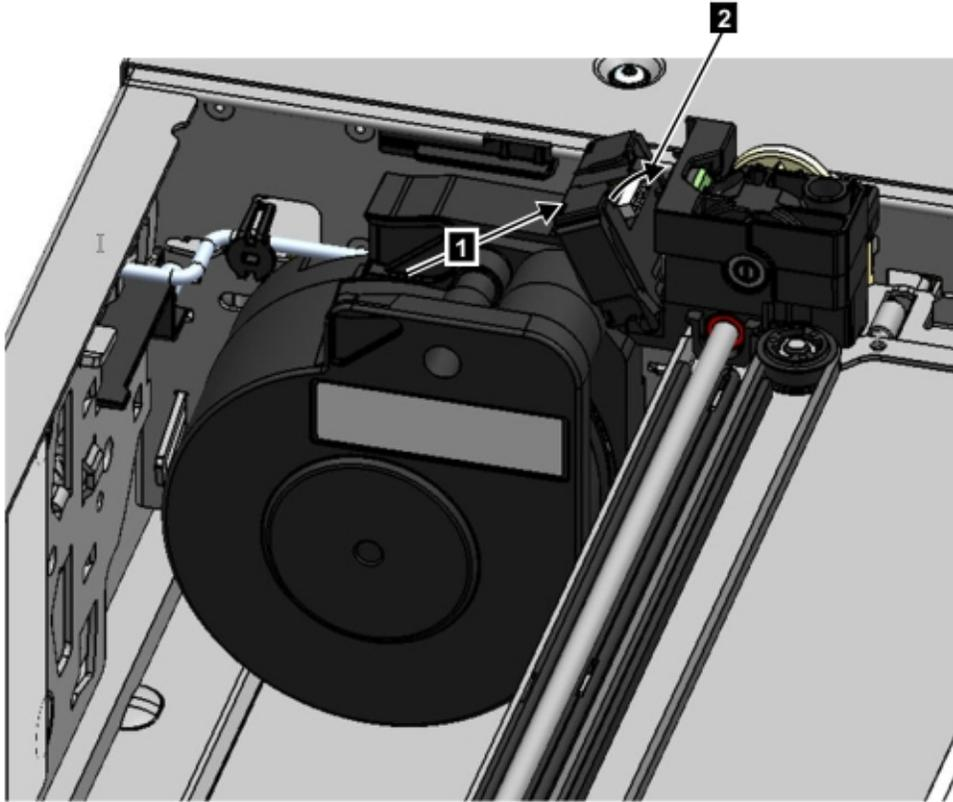

图 76. 安装电缆盘电缆
5. 将电缆盘电缆放入能够与存取器相连的槽中，然后旋转直至咬合到位。请参阅第 126 页的图 76。